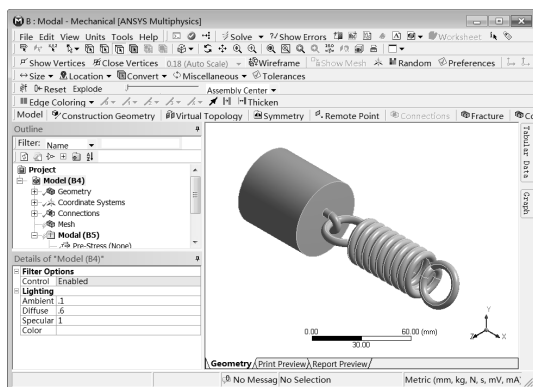

图 10-50 Mechanical 界面
Step1: 双击项目 B 中的 B4 (Model) 选项, 此时会出现 Mechanical 界面, 如图 10-50 所示。